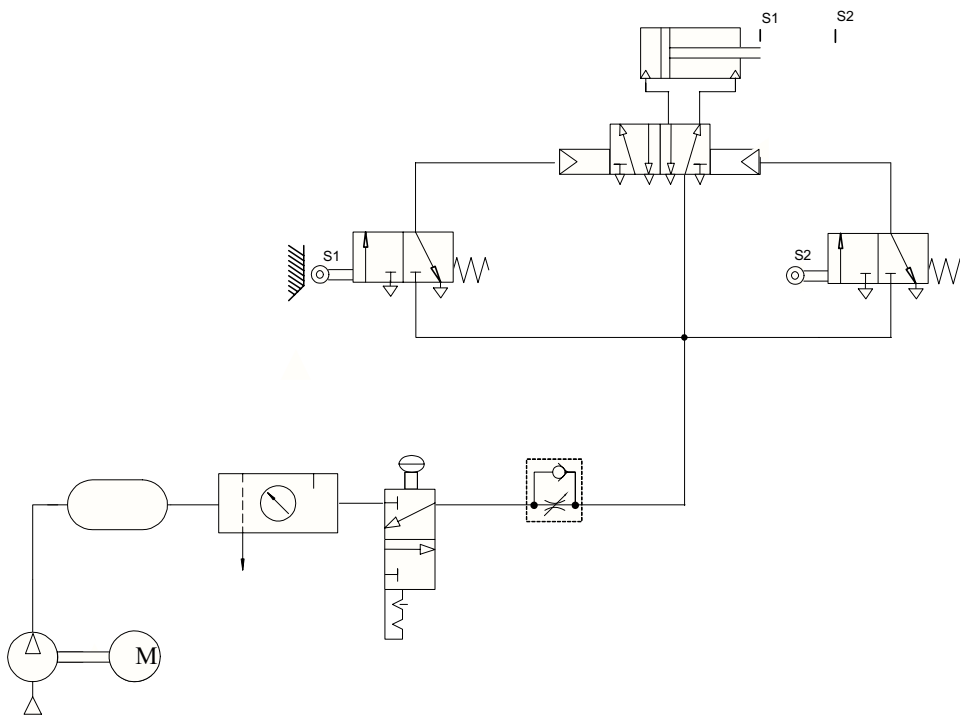

Figura 5.5 Circuito básico con finales de carrera mecánicos.
6. Construir el circuito de la figura 5.5.